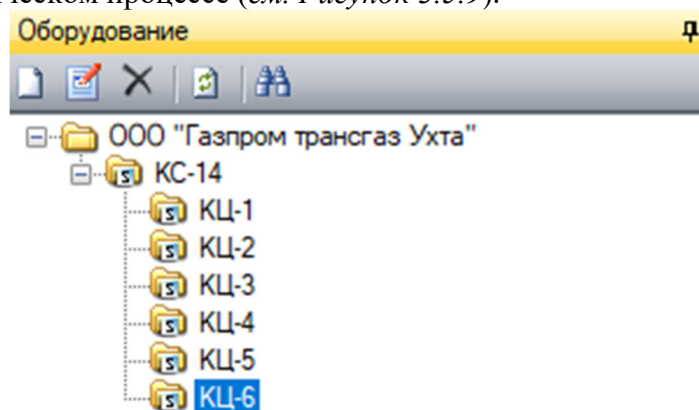

Рисунок 3.5.9
Результатом создания дерева сегментов оборудования является иерархическая структура цехов, участков и других подразделений Предприятия, задействованных в едином технологическом процессе (см. Рисунок 3.5.9).
- выделить сегмент оборудования, в который требуется добавить оборудование (см. Рисунок 3.5.9) и в контекстном меню выбрать пункт «Добавить...»;